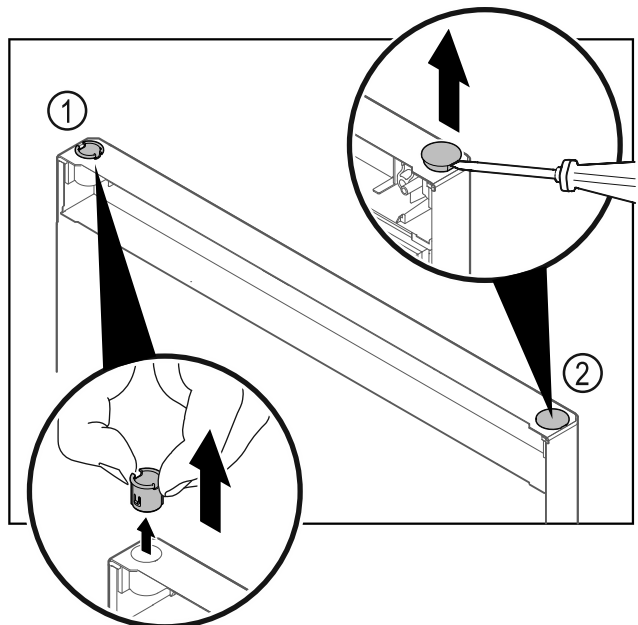

Fig. 28 Дверцята холодильного відділення
- ▶ Витягніть шарнірну втулку Fig. 28 (1) пальцями.
- ▶ За допомогою шліцевої викрутки обережно підніміть заглушку Fig. 28 (2) та витягніть її.